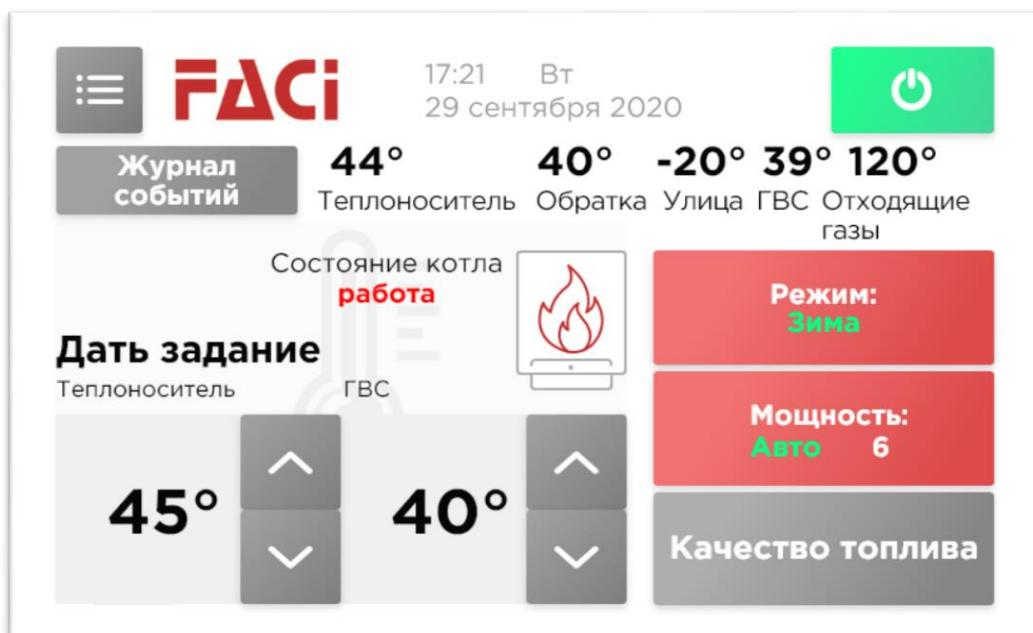

Рис. 34
Интерфейс оператора реализован в виде экранов. Структура экранов показана на рис.34.
- Иконка **ТОПЛИВА НЕТ** – становится активной при срабатывании датчика нижнего уровня топлива в бункере; на рис. 34 не показана.